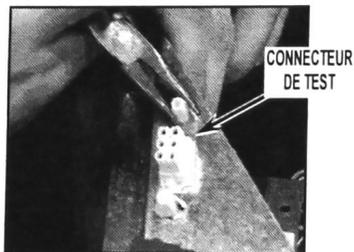

FIGURE 14
16. Pour retirer le connecteur de test (le cas échéant), serrer les deux languettes au moyen d'une pince et repousser le connecteur de l'autre côté de la platine de l'interrupteur. Répéter l'opération pour l'autre côté du connecteur. Voir Figure 14.